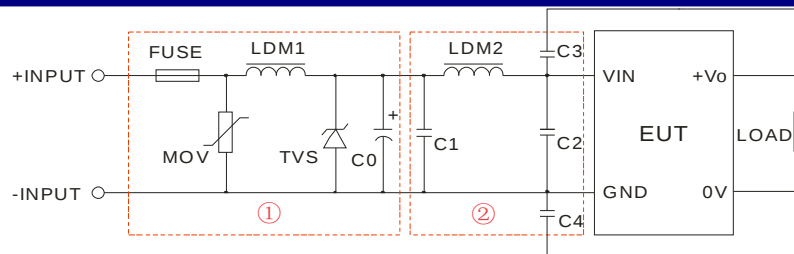

图 1
注: 1. 图 1 中第①部分用于 EMS 测试; 第②部分用于 EMI 滤波, 可依据需求选择。